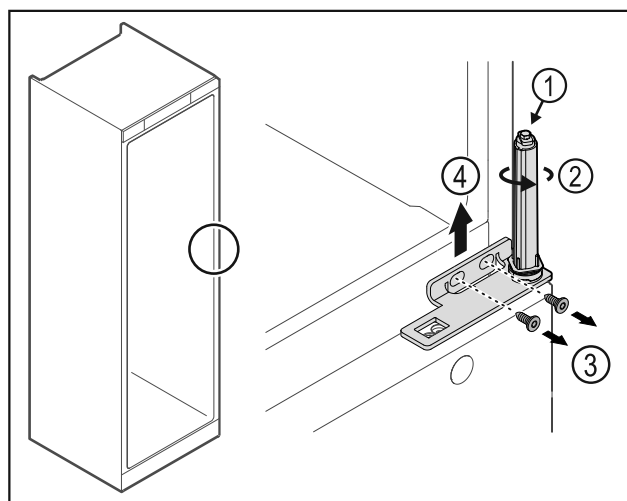

Fig. 26
- ▶ Dørlukkesystemet må ikke tas fra hverandre Fig. 26 (1).
- ▶ Drei på lukkesystemet Fig. 26 (2) til det sier klikk.
- Løsne skruene Fig. 26 (3), trekk hengselvinkelen opp og av Fig. 26 (4).